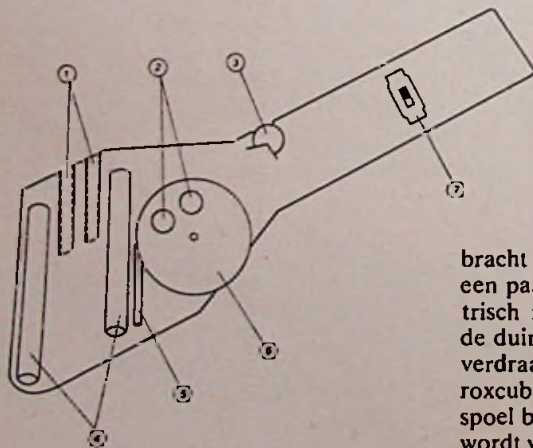

Fig. 3. Mechanische opbouw van het apparaatje.
Bij het afregelen moeten de twee ferroxcubestaven (fig 3) op gelijke zelfinducties en gelijke verliezen worden getrimd. Voor het trimmen van de verliezen is een messing instelschroef bij beide staven aangebracht. In het huis is vlak bij elke staaf schroefdraad getapt van bv 5mm draad en daarin bevindt zich een messing stelschroefje. (1) Deze schroefjes worden met een uit isolatiemateriaal bestaande schroefdraaier verdraaid tot de meter een minimum aanwijst. Hoe dichter de schroefjes bij de ferroxcubestaaf komen hoe groter de verliezen van deze staaf worden. Men zal ontdekken dat men één van de twee schroeven kan missen en wel bij dié staaf die van zichzelf al de meeste verliezen heeft.